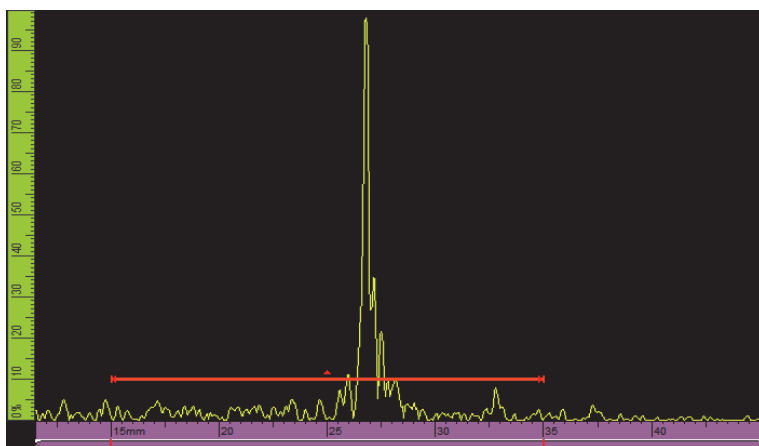

Figura 1 Il riferimento visivo nel gate
- **Per definire un gate specifico come il gate corrente**, cliccare sul gate selezionato. Cliccare sull'estremità sinistra del gate per aprire il pulsante popup del parametro **Inizio gate** in modalità modifica. Cliccare sulla parte centrale del gate per aprire il pulsante popup del parametro **Soglia gate** in modalità modifica. Cliccare sull'estremità destra del gate per aprire il pulsante popup del parametro **Larghezza gate** in modalità modifica. Quando un gate è corto, potrebbe essere impossibile toccare una zona specifica. Un riferimento visivo indica quale sezione del gate è disponibile (vedere Figura 1 a pagina 3).